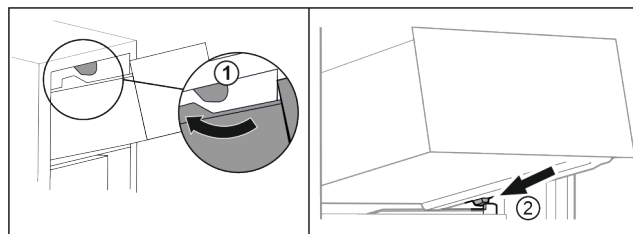

Fig. 28
- Far passare il cassetto sui fermi superiori. Fig. 28 (1)
- Applicare il cassetto inclinandolo dietro i fermi inferiori sulla nervatura del contenitore. Fig. 28 (2)